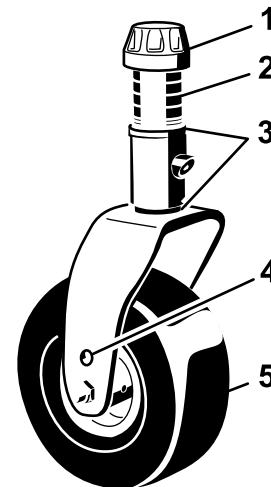

Figura 29
3. Ajuste los suplementos de 3 mm (1/8") de las horquillas de las ruedas giratorias delanteras hasta que la altura de corte se corresponda con la marca de la pegatina (Figura 29); consulte Ajuste de la altura de corte \(página 28\).